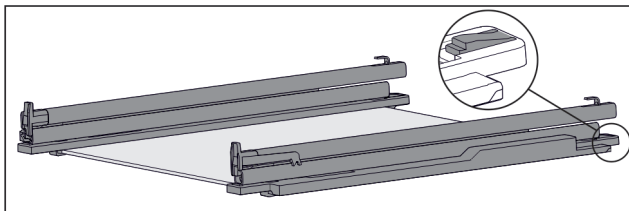

Fig. 99 Glasplatte mit Schienen und Halteteilen
- ▶ Halteteil hinten herunterdrücken (siehe Fig. 99) und gleichzeitig Schiene nach hinten schieben.